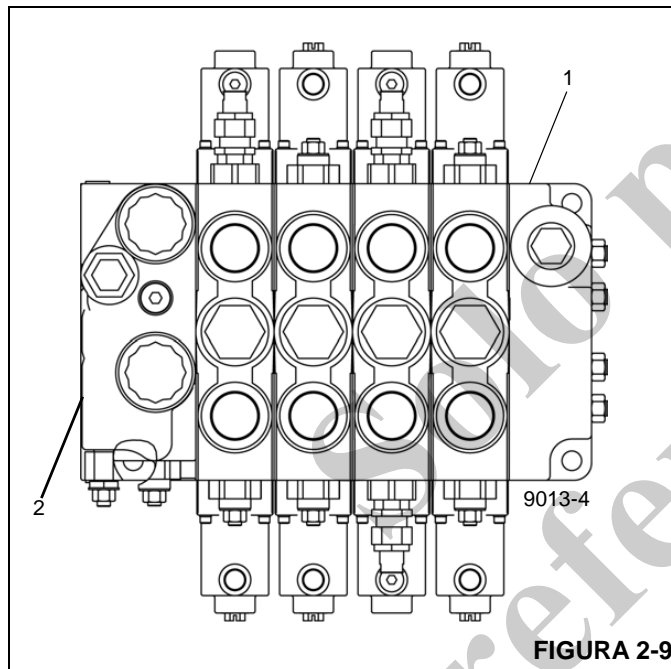

FIGURA 2-9
1. Con el motor apagado, instale un acoplador de desconexión rápida para diagnóstico y revisión de presión (Parker PD240) con manómetro en la boquilla de prueba de la lumbrera del manómetro GP (2) de la válvula de control de sentido (DCV) (1). Vea Figura 2-9.
Con el motor apagado, instale un acoplador de desconexión rápida para diagnóstico y revisión de presión (Parker PD240) con manómetro en la boquilla de prueba de la lumbrera del manómetro GP de la válvula de control de sentido (DCV) (vea la Figura 2-9).